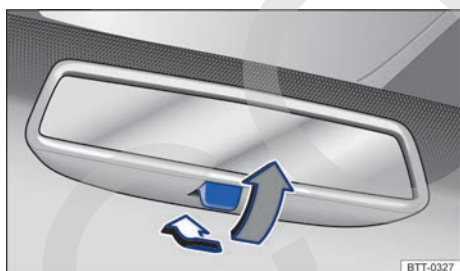

Fig. 81 En el parabrisas: retrovisor interior antideslumbrante manual.
- Para oscurecer el retrovisor, tire de la palanca hacia atrás → fig. 81.